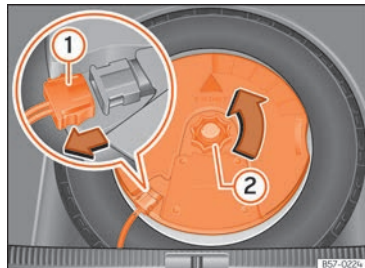

Abb. 329 Im Gepäckraum: Subwoofer ausbauen.
- Klemmen Sie das Subwoofer-Lautsprecherkabel ab »» Abb. 329 ①.
- Drehen Sie das Befestigungshandrad entgegen dem Uhrzeigersinn heraus »» Abb. 329 ②.